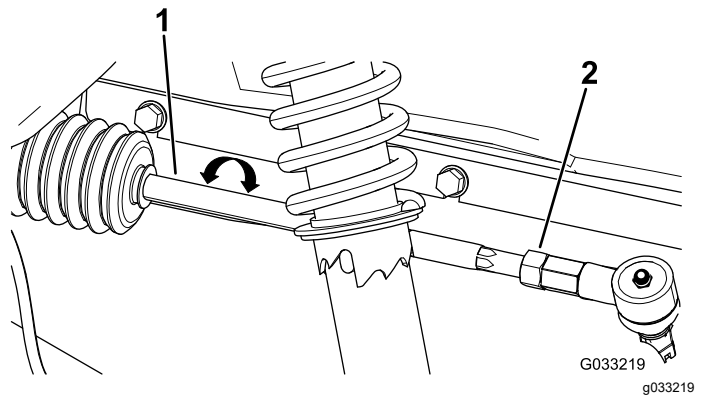

Figure 60
2. Si la mesure n'est pas comprise entre 0 et 6 mm (0 et ¼ po), desserrez les écrous de blocage aux extrémités extérieures des biellettes (Figure 60).